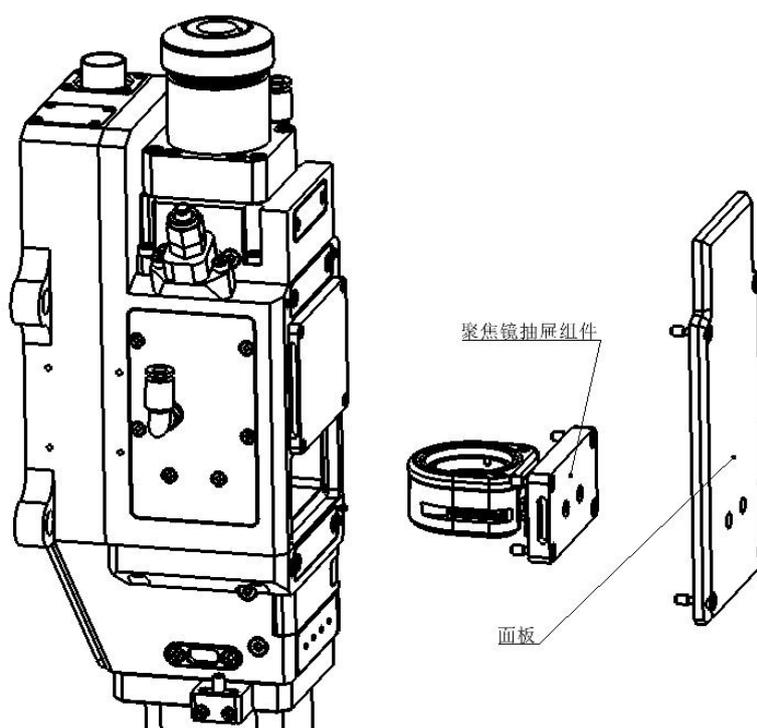

图 5.7 — 取出聚焦镜抽屉组件
- 水平放置激光头，如图 5.7 所示，拆下面板，拧松聚焦镜抽屉组件螺钉，抽出聚焦镜抽屉组件；